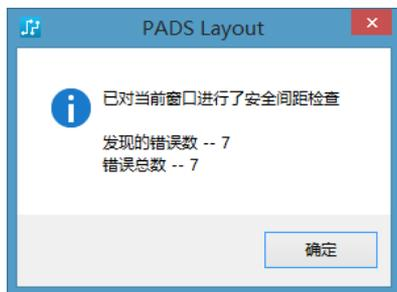
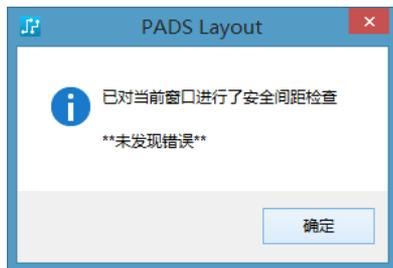

图 15-4 显示错误数量对话框
图 15-5 无错误对话框
(6) 单击“开始”按钮，开始安全间距验证。状态条将显示出检查的执行情况（显示检查已经完成的百分比）。
(7) 验证完成后，若发现有错误发生则弹出如图 15-4 所示的对话框；若没有错误发生则弹出如图 15-5 所示的对话框。
(8) 在如图 15-4 所示的对话框出现时，单击“确定”按钮，在“验证设计”窗口内查看错误。